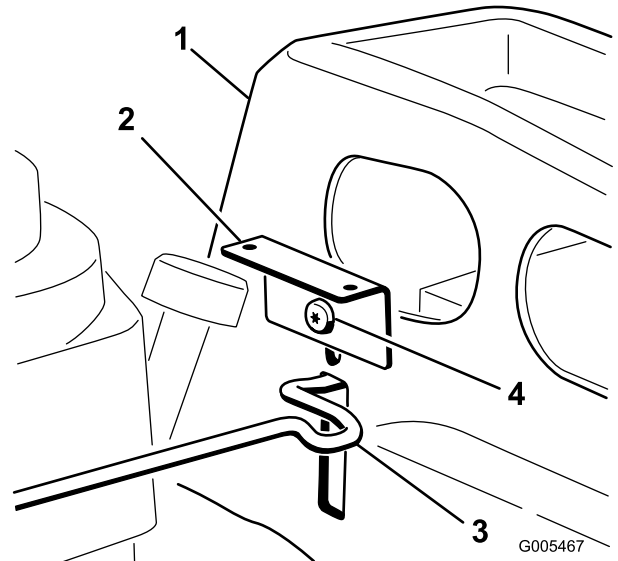

Bild 5
4. Befestigen Sie (wie vorher) die andere Halterung an der linken Seite der Gondel am oberen Loch. Befestigen Sie alle Teile mit einer Schulterschraube (Bild 5).